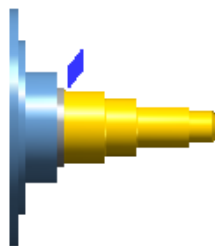

图 8.11.11 仿真结果
(1) 在 **刀路** 选项卡中单击  按钮，然后单击“验证选定操作”按钮 ，系统弹出“Mastercam 模拟器”对话框。
(2) 在“Mastercam 模拟器”对话框中单击  按钮，系统将开始进行实体切削仿真，结果如图 8.11.11 所示，单击  按钮。